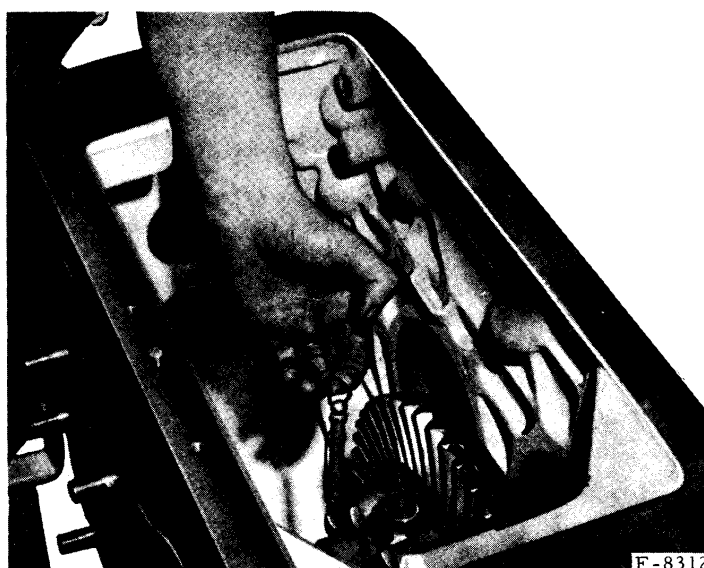

Fig. 31. — Mesure du couple de précharge des roulements coniques du différentiel.
- Pour mesurer ce couple, servez-vous d'un peson dont l'extrémité est liée à un anneau qui doit être passé sur un des écrous d'assemblage du boîtier de différentiel. La valeur marquée par le peson doit être de 2,5 kg à 3,8 kg (fig. 31).